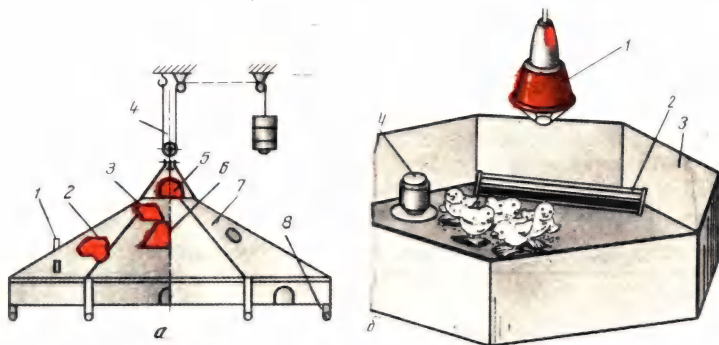

Рис. 32. Электробрудеры:
*Электробрудеры БП-1 и БП-1А* (рис. 32, а), предназначенные для одновременного обогрева 500...600 цыплят до 30-суточного возраста, выполнены в виде шестигранной усеченной пирамиды (зонта) из оцинкованной стали, внутри которой установлено четыре ТЭНа НВ-0,59/0,25 мощностью по 250 Вт каждый. Электробрудеры подвешивают к потолочным перекрытиям на канате с блоками. Тепловой режим регулируют температурным реле (регуляторами температуры) и высотой подвеса. При этом под брудером возникает своеобразная тепловая «подушка» нагретого воздуха, которая в сочетании с ИК излучением ТЭНов и зонта оказывает эффективное тепловое воздействие на обогреваемых цыплят.
*Индивидуальный брудер БИ-12* (рис. 32, б) обогревает до 200 голов молодняка птицы. В брудере использован облучатель ССПО1-250. В комплект БИ-12 входят ограждение, кормушка, поилка и запасная лампа ИКЗК-220-250.